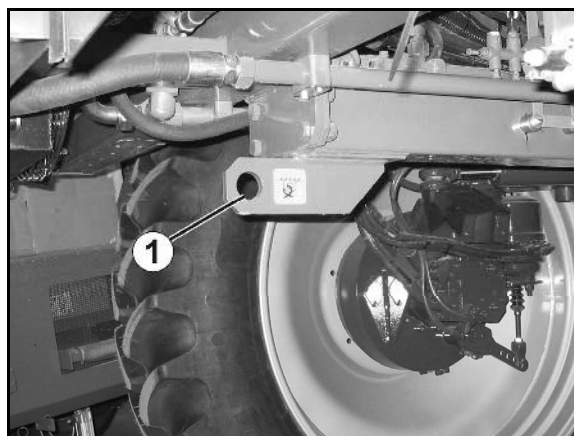

Fig. 120
- Når motoren står stille, skal motoren under alle omstændigheder bugseres med en trækstang. Fastgør trækstangen i trækøsen (Fig. 120/1).